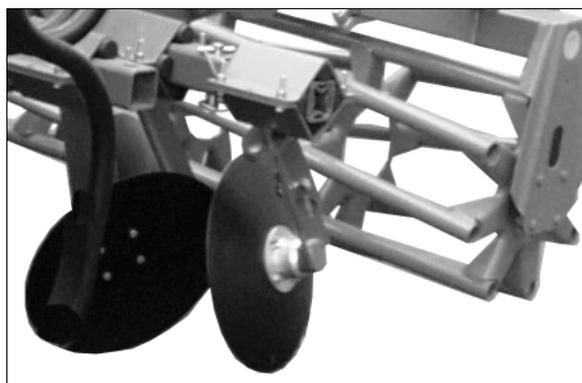

Fig. 18
- Introducir completamente ambos discos de borde para marchas de transporte, posicionar y asegurar (Fig. 18).